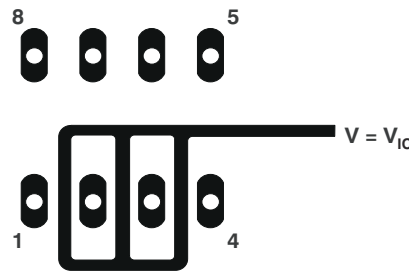
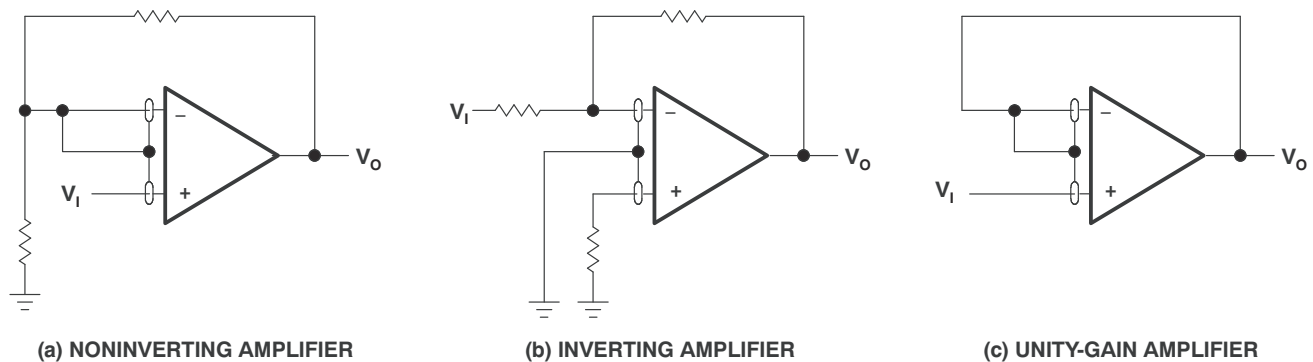

図 6-4. デバイス入力周辺の絶縁金属 (P パッケージ)
図 7-5. ガードリング方式
1. 他の潜在的なリーケージ源からデバイスを絶縁します。デバイス入力周囲および間には、接地されたシールドを使用してください (図 6-4 を参照)。入力に流れる可能性のあるリーケージはシャントされます。
TLC27L1 は、入力インピーダンスが非常に高く、バイアス電流要件が低いため、Low レベル信号処理に最適です。ただし、プリント基板とソケットでのリーク電流がバイアス電流要件を容易に上回る可能性があり、デバイスの性能低劣化を招く可能性があります。ベストプラクティスとして、入力の周囲にガードリングを配置してください。(パラメータ測定情報のセクション内の図 6-4 と同様)。これらのガードは、同相モード入力と同じ電圧レベルの Low インピーダンスソースから駆動します(図 7-5 を参照ください)。